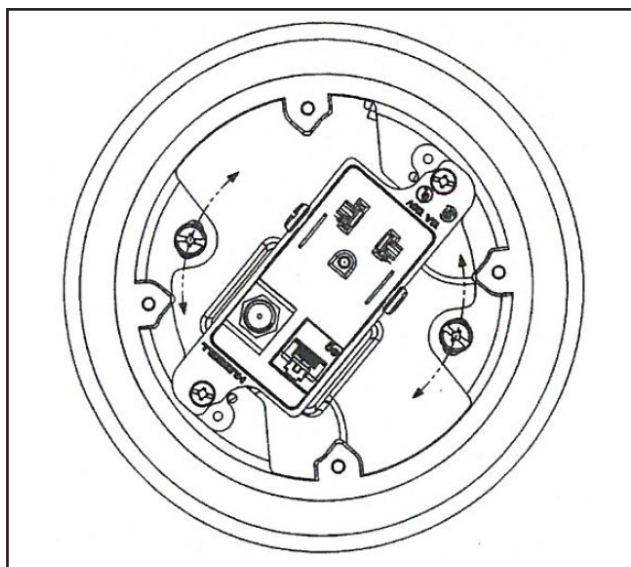

FIGURE 5
18. Carpet Flange adjustment after installation. Loosen screws to rotate position, Tighten screws. (See Fig. 5).
18. Ajustement du collet pour tapis après l'installation. Desserrer les vis pour faire pivoter. Serrer les vis. (Fig. 5).
18. Ajuste del reborde para alfombra después de la instalación. Aflojar los tornillos para hacerlo girar. Ajustar los tornillos. (Fig. 5).